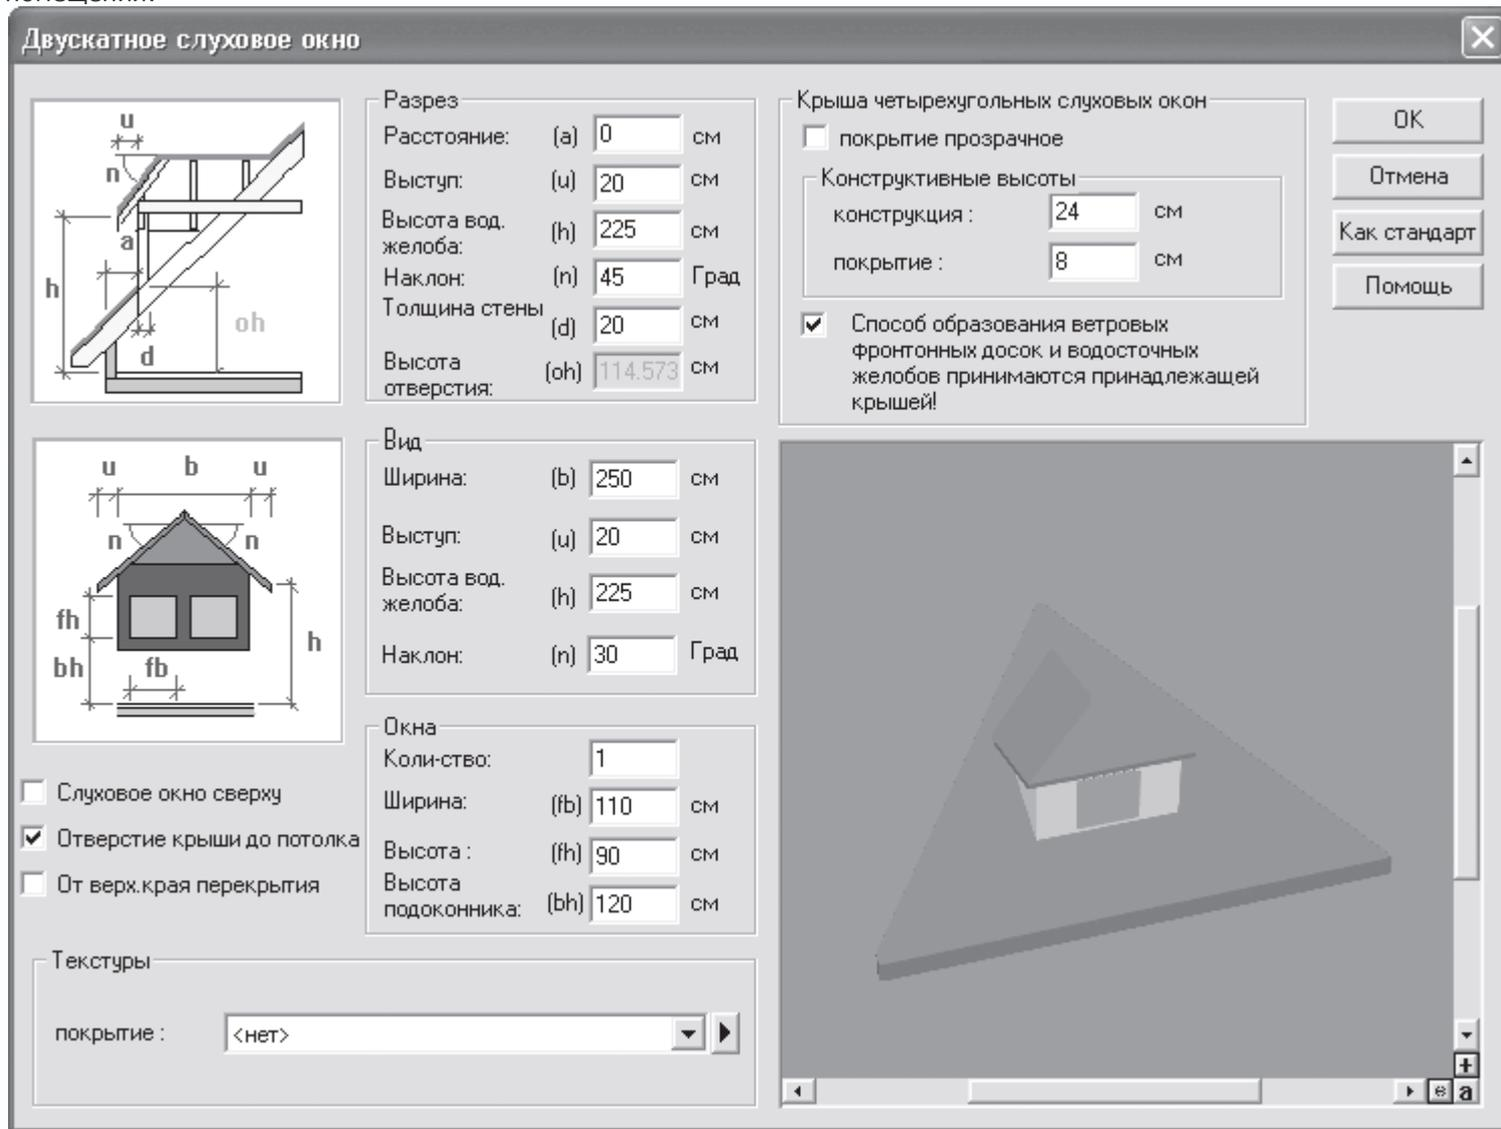

Рис. 4.46. Настройка параметров двускатного слухового окна
6. После второго щелчка кнопкой мыши откроется окно Двускатное слуховое окно (рис. 4.46), в котором предоставлены дополнительные возможности настройки данного окна. Области Разрез и Вид предназначены для более точного редактирования размеров создаваемого окна. В области Окна настраиваются количество и размеры окон чердачного помещения, а раскрывающийся список покрытие в области Текстуры позволяет выбрать текстуру для покрытия чердачного помещения.